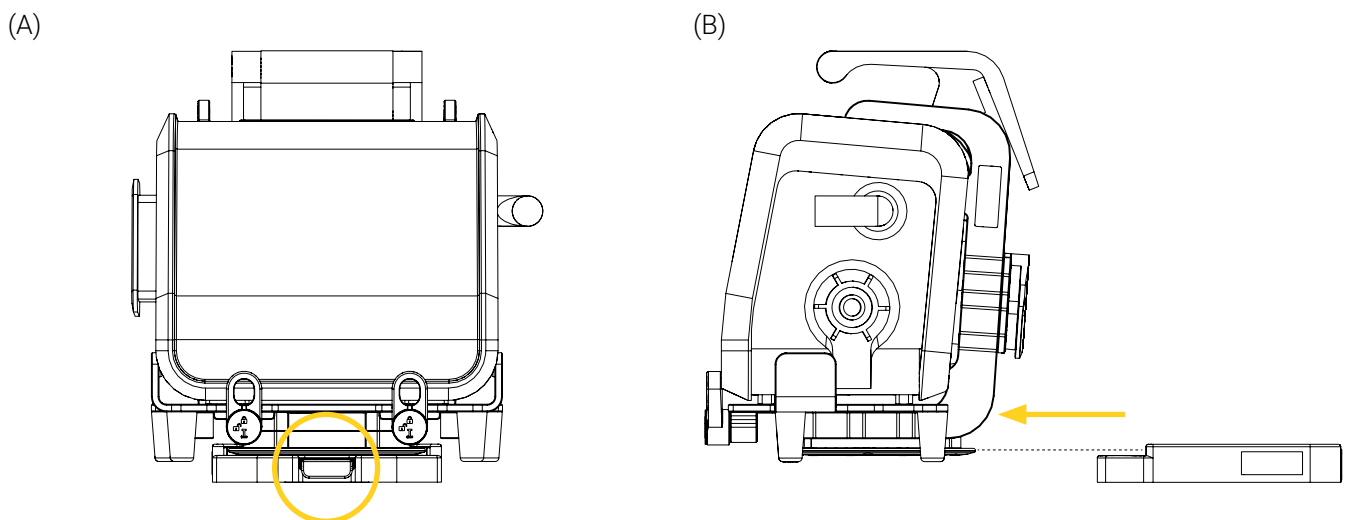

Figure 8: Retrait du support de fixation de la Base de Fixation Standard
1. Retirer le support de fixation de la Base de Fixation Standard à l'aide du bouton à déclenchement rapide situé à l'avant de la base (Figure 8). Consulter la section « Mécanisme de verrouillage » à la page 19 au besoin.